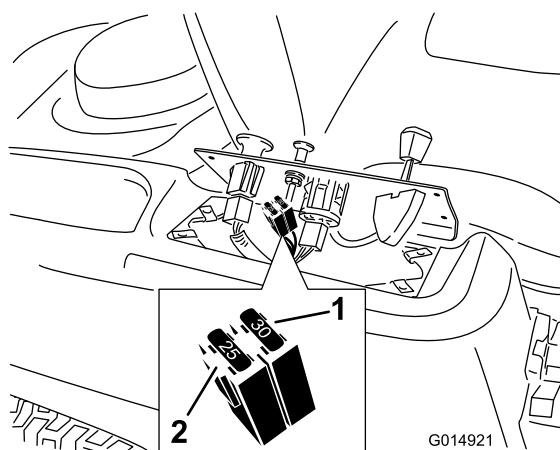

Figure 37
3. Pour remplacer un fusible, tirez dessus pour l'enlever (Figure 37).
2. Soulevez le panneau de commande pour accéder au faisceau de câblage principal et au porte-fusibles (Figure 37).